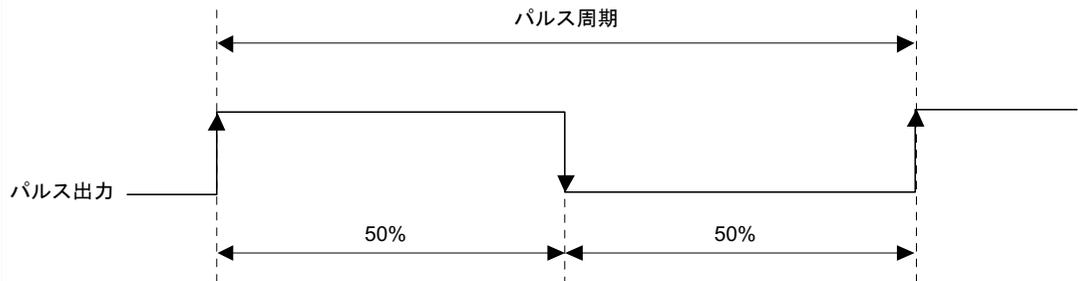

図 2.4 パルス出力
- (1) MTUのch0を使用して、図2.4に示すようにRAMに設定された周期のデューティ50%のパルスを出します。
- (2) 内蔵周辺クロック $P\phi=20.0\text{MHz}$ で動作時、出力するパルスの周期は $100.0\text{ns}$ から $3.27\text{ms}$ の間で任意に設定できます。